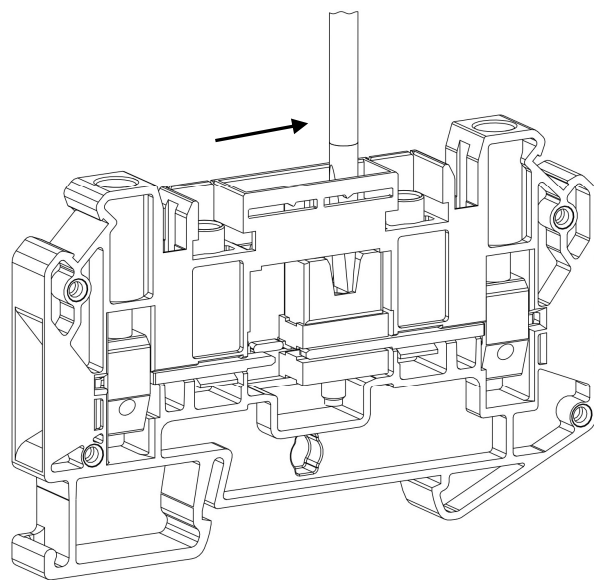

Рисунок 31 – измененное положение размыкателя
- Используя отвертку, переместите размыкатель в необходимое положение (рис. 31).